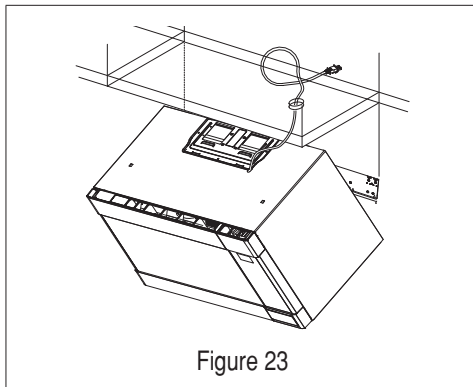

Figure 23
- Acheminez le cordon d'alimentation à travers l'orifice dans la base de l'armoire supérieure. Basculez l'appareil vers le haut pour qu'il rejoigne le dessus de la plaque de montage et tenez-le fermement. Voir la figure 23.